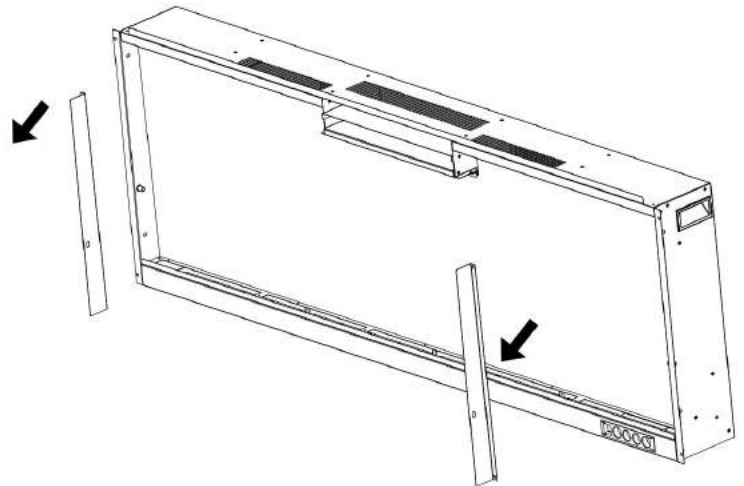

Fig. 2-2
B. Retirez les deux supports et mettez-les de côté. (Fig. 2-2)